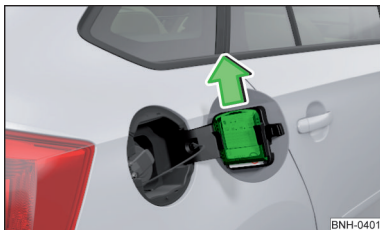

Fig. 141
- Împingeți în afară racleta pentru gheață » fig. 141.